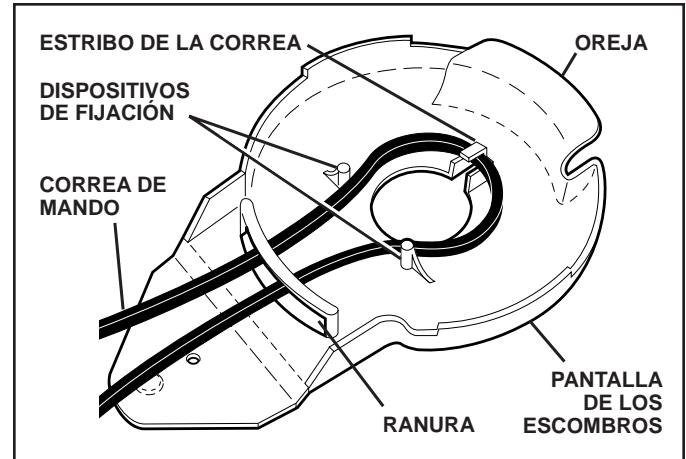

FIG. 19
- Colocar la nueva correa de mando en el estribo de la pantalla de los escombros. Asegurarse de colocar la correa entre los dispositivos de fijación de la correa y las ranuras como mostrado (Vea Fig. 19).